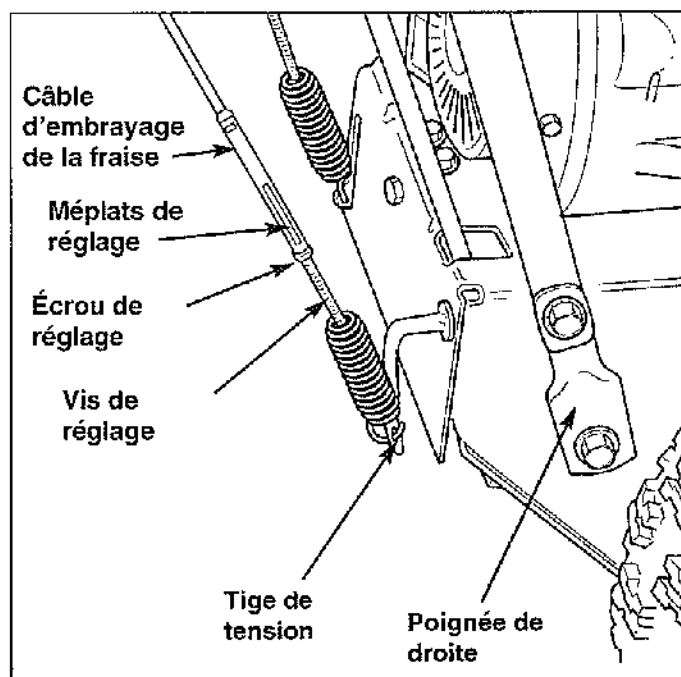

Figure 22. Réglage de la tige d'embrayage de l'entraînement de la vis sans fin
1. Desserrer l'écrou de réglage (Figure 22) en tenant les méplats de réglage et en tournant l'écrou de réglage.